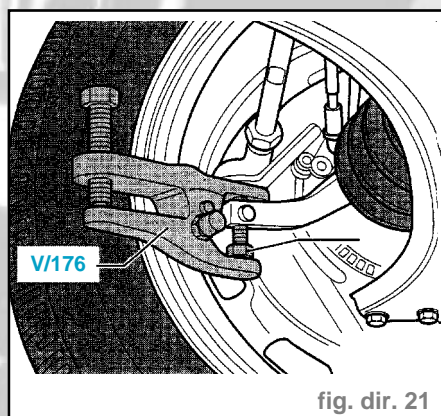

fig. dir. 21
- Extraire les barres de direction du levier de commande de fusée et de roue (fig. dir. 21).